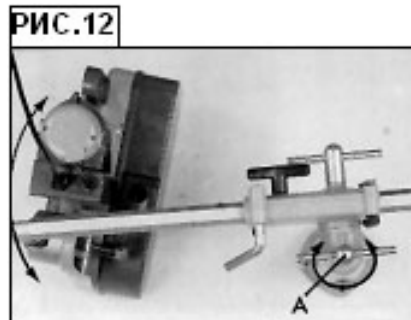

РИС.12
1. Ослабьте рычаг (А), как показано на рисунке, и поверните маломощный фидер в нужное положение. См. РИС. 12.